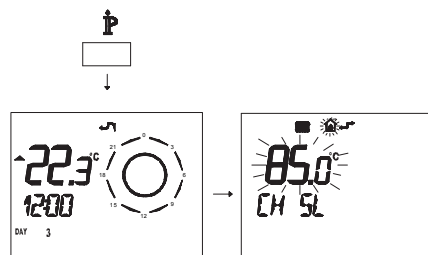

Figura 5.31
La evolución de la temperatura al modificarse el ajuste hecho con los botones 13 y 14 para un **K 1,5** se muestra en la Figura 5.31.
- Pulse durante más de 3 segundos el botón **P** para entrar en la modalidad **INFO** (Figura 5.31).